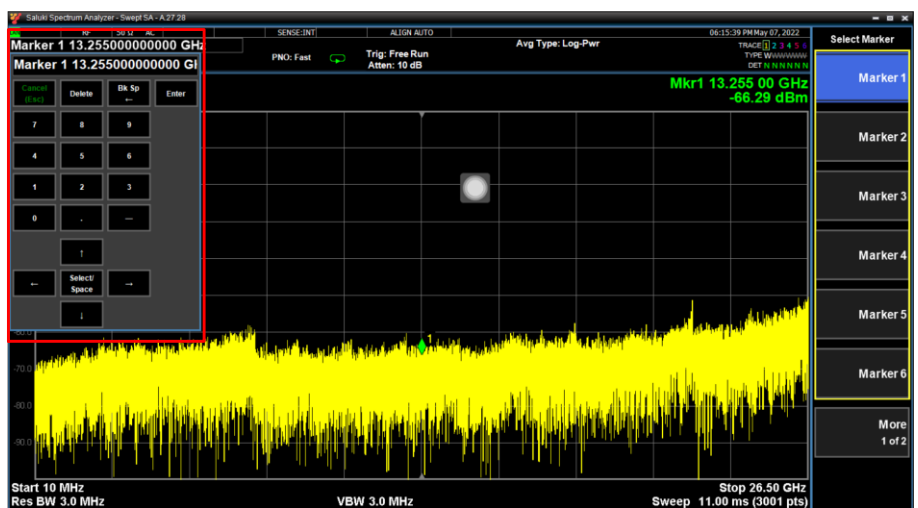

图9. 左侧数字软键盘输入
点击测量条区域④可以直接进行数字输入。这种方法主要用于在光标（Marker）或迹线（Trace）等标签上进行精确操作的情况，例如，精确设置中心频率（如图 9 所示）。